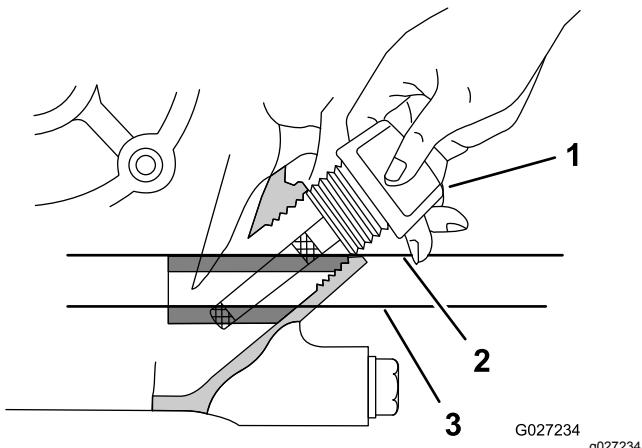

Figure 8
4. Sortez la jauge du moteur et essuyez-la sur un chiffon propre (Figure 8).
5. Insérez la jauge dans le moteur, comme montré à la Figure 8.
6. Sortez la jauge du goulot de remplissage et vérifiez le niveau de liquide dessus (Figure 8).
**Remarque:** Le niveau d'huile moteur doit recouvrir la zone hachurée sur la jauge (Figure 8).
8. Serrez la jauge à la main dans le goulot de remplissage (Figure 8).